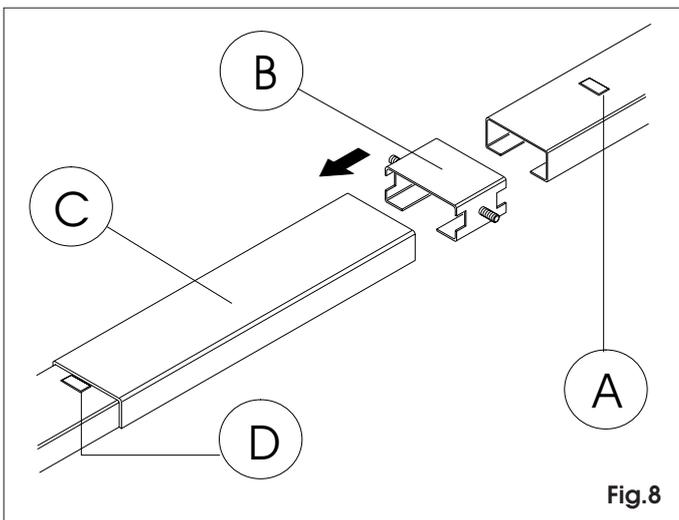
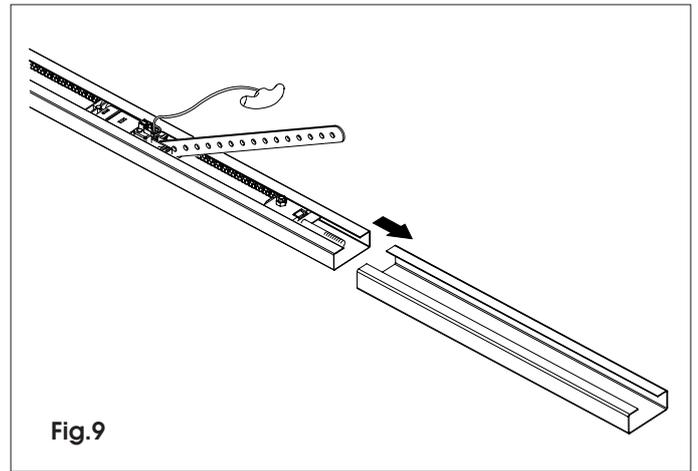
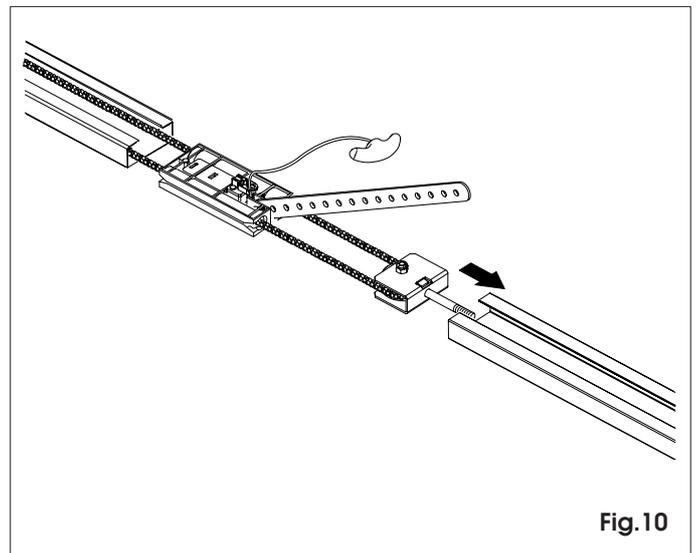

Fig.8
Fig.9
Fig.10
6.2 Para el operador 625, 1225 y 1231 se aconseja utilizar la específica guía opcional (fig.8 ref.B) introduciéndola en la guía central (fig.8 ref.C).
6.3 Introduzcan el larguero con cadena en la guía central (fig.9) hasta el tope con relieve metálico (fig.8 ref.D).
6.4 Introduzcan en el grupo precedentemente montado un nuevo larguero (fig.10), asegurándose de que el relieve metálico indicado en la Fig.8 ref.A esté en contacto con la guía central.